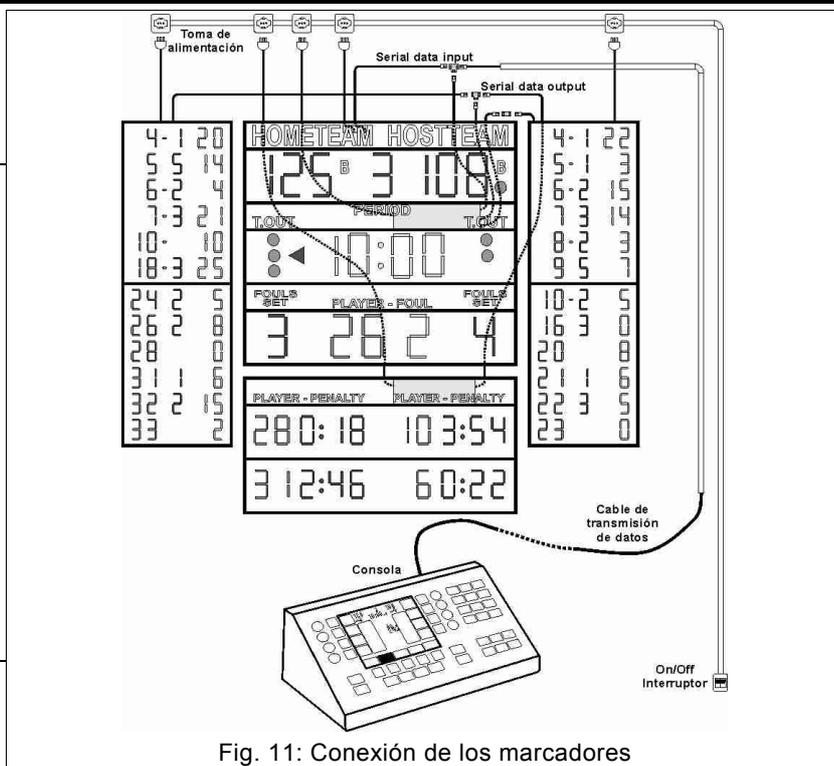

Fig. 11: Conexión de los marcadores
Cada marcador lleva su cable de alimentación con enchufe. Para facilitar el encendido y apagado del marcador, aconsejamos preparar una toma de alimentación justo encima del marcador (véase el ejemplo de la Fig. 11), mandada por un interruptor dedicado montado en un lugar de fácil acceso. Esto permitirá apagar el marcador cuando no sea utilizado, ahorrar energía y evitar desgastes inútiles.
En la Fig. 11 se ilustra una composición con marcador central, marcadores laterales de faltas y tanteos y marcador inferior de tiempos de penalización.
- Usando el adaptador, conecte los marcadores de faltas-tanteos a uno de los dos cables serie "SERIAL DATA OUTPUT" del marcador central (Fig. 11).